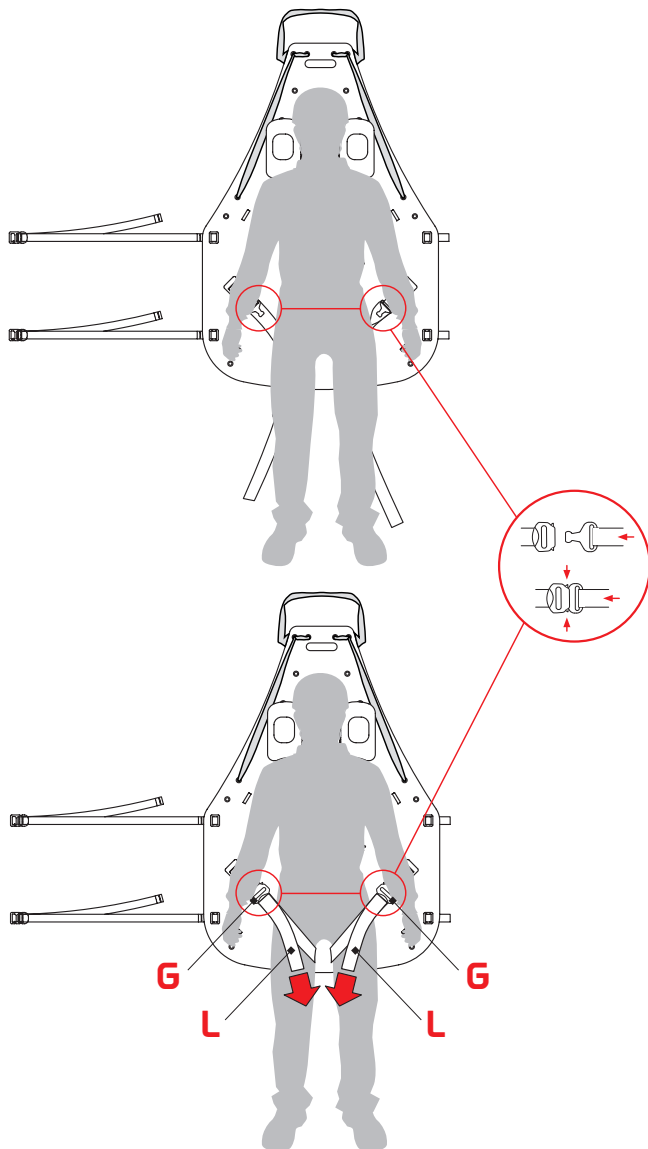

Fig.16
a) agganciare le fibbie automatiche (G) e tensionare i cosciali (L) – (fig. 16),